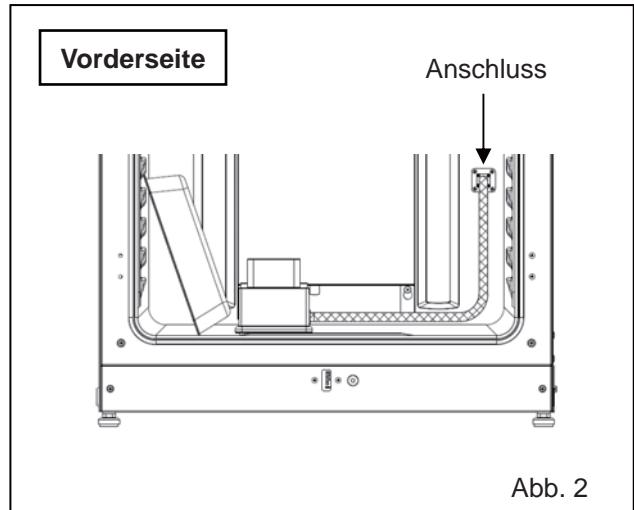

Abb. 2
- Entfernen Sie den Anschlussdeckel vom Anschluss an der von Ihnen abgewandten Seite des Innenraums unten rechts. Verbinden Sie den H₂O₂-Generator mithilfe des beiliegenden Kabels mit dem Anschluss (Abb. 2).